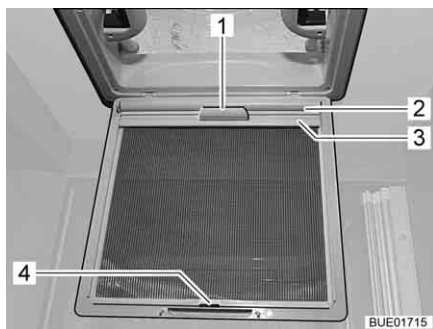

Fig. 131 Store occultant
- Tirer le store occultant (Fig. 131,2) par la poignée (Fig. 131,1) et accrocher la baguette de support (Fig. 131,3) dans le crochet (Fig. 131,4) sur la moustiquaire.
- Enlever la baguette de support (Fig. 131,3) de sur le crochet (Fig. 131,4) et faire lentement redescendre le store occultant (Fig. 131,2) en le tenant par la poignée (Fig. 131,1).